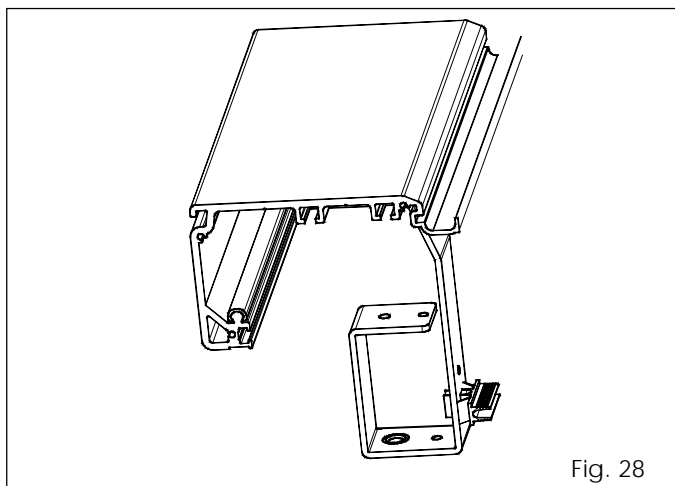

Fig. 28
- Fixer la bride de fixation du support de la poignée de déblocage interne à l'autre extrémité de la poutre (du côté du groupe du moteur) d'après la fig. 28. La bride de fixation du support de la poignée de déblocage interne doit toujours être montée, même si on n'utilise pas le verrouillage du moteur.